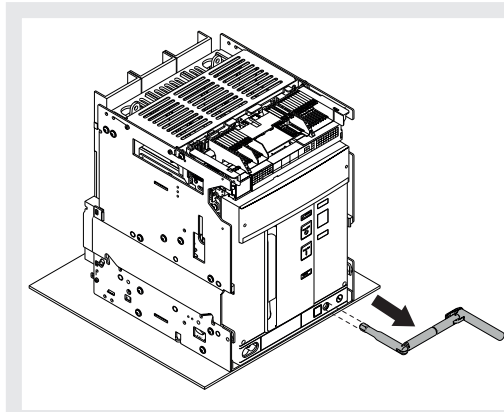

Abbildung 47
12. Die Handkurbel herausziehen. Siehe Abbildung 47.